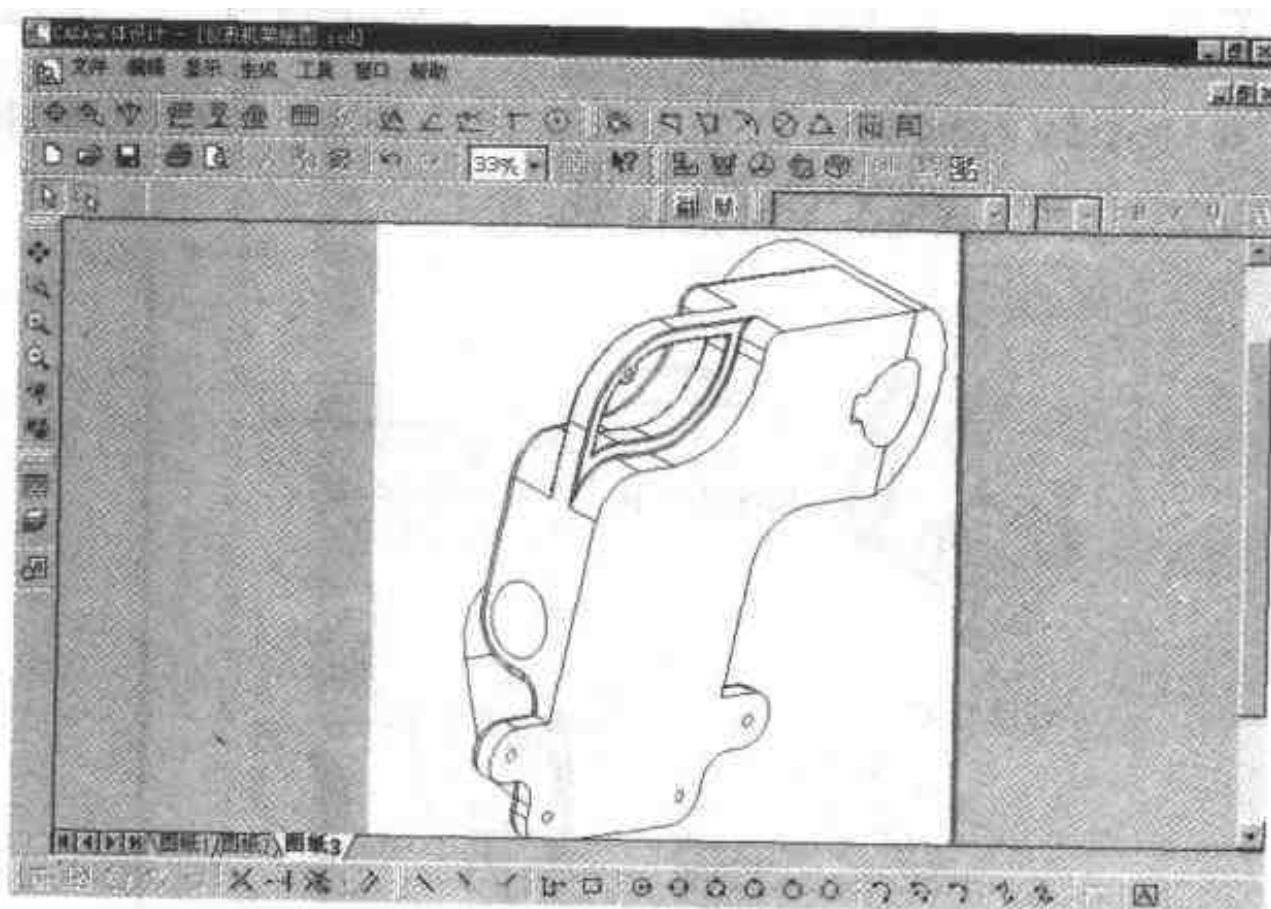

图 2.95 生成的轴测图
- (3) 右击轴测视图，然后选择【属性】命令，将比例改为 1:1，单击【确定】按钮，图纸现在应该如图 2.95 所示。